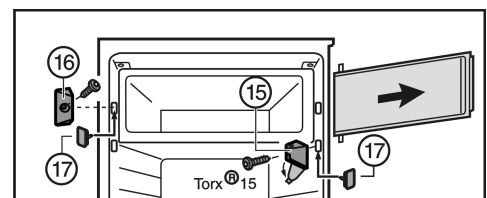

Fig. 5
- ▶ Afdekking aan lagerbus Fig. 5 (15) wegklappen.
- ▶ Lagerbus Fig. 5 (15) met de vriesvakdeur losschroeven.
- ▶ Sluitstuk Fig. 5 (16) losschroeven.
- ▶ De vrijgekomen gaten met de meegeleverde stoppen Fig. 5 (17) afdekken.
- ▶ Sluitstuk Fig. 5 (16) monteren.
- ▶ Lagerbus Fig. 5 (15) monteren en afdekking dichtklappen.